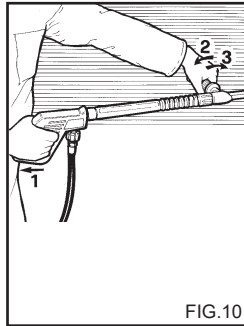

FIG. 10
**BRUK AV DUBBELT MUNSTYCKET ELLER STÄLLBART MUNSTYCKSHUVUD. (fig. 10)**